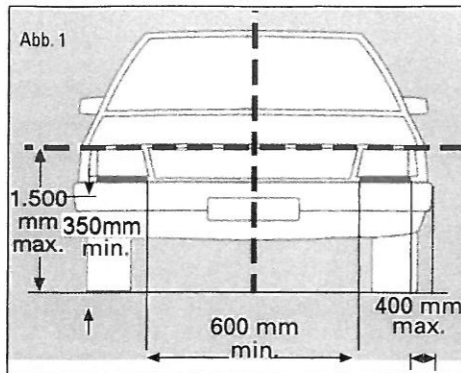

Abb. 1
- Den LED-Streifen auf dem Klebeband befestigen, die Positionierung muss laut Abb. 1 erfolgen.
- Secure the LED strap to the adhesive tape, position as shown in fig. 1
- Fissare le strisce LED sul nastro adesivo; posizionarlo secondo quanto riportato in fig. 1
- Taśmę LED przytwierdzić do taśmy klejącej, umiejscowić zgodnie rys. 1